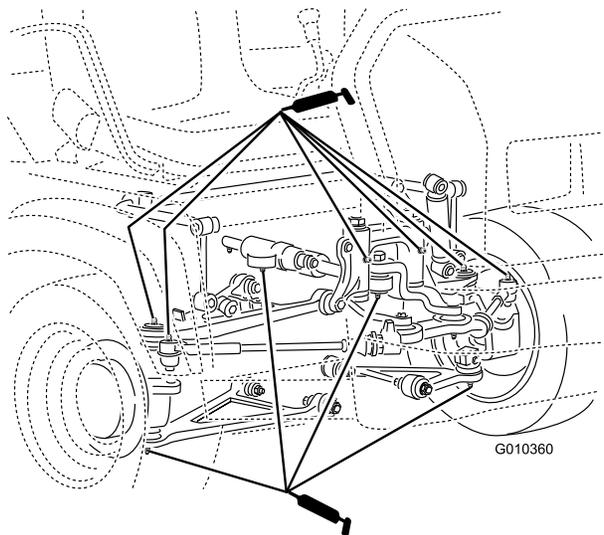

図 38
- ボールジョイント4、タイロッド2、ピボットマウント2、ステアリングシリンダ2 図 38